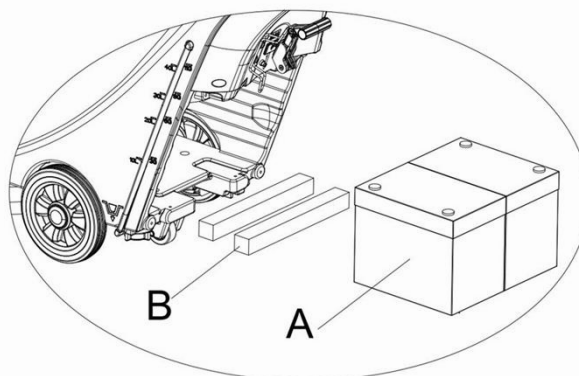

Figura 6
- 1) Para baterias com comprimento inferior a 270mm, utilize 2 peças de placa de fixação (**B**, **Figura 6**) e coloque as lado a lado dentro da bateria do tanque de água;
- 2) Para baterias com comprimento entre 310mm – 270mm, utilize 1 peça de placa de fixação (**B**, **Figura 6**) e coloque-a na bateria do tanque de água;